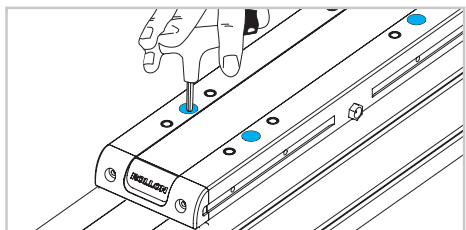

Fig. 6
- 6) Desserrer et retirer les 4 vis qui tiennent la partie intérieure du chariot (Fig. 6)